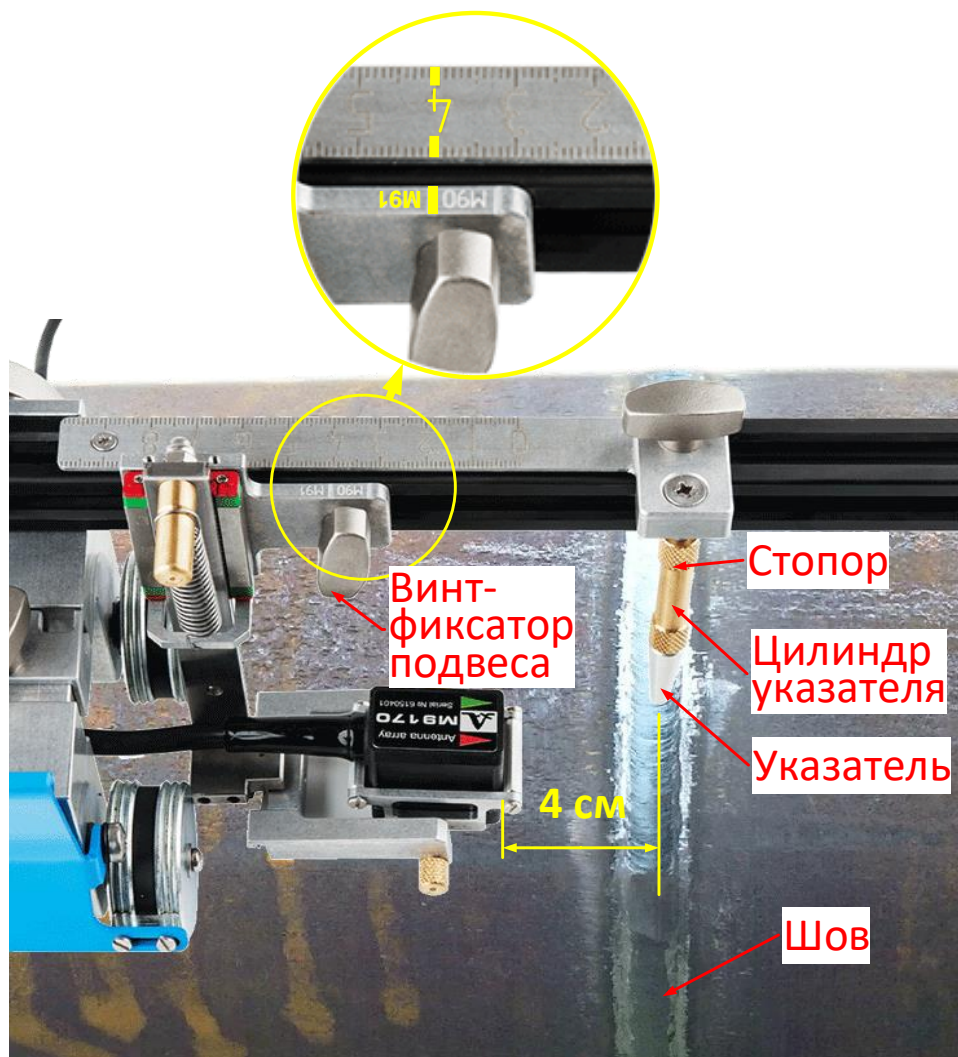

Рисунок 19 – Установлена AP серии M91, край AP расположен на расстоянии 4 см от указателя
2.4.7 Установить выбранное расстояние на линейке указателя по риске, соответствующей серии выбранной AP (рисунок 19).